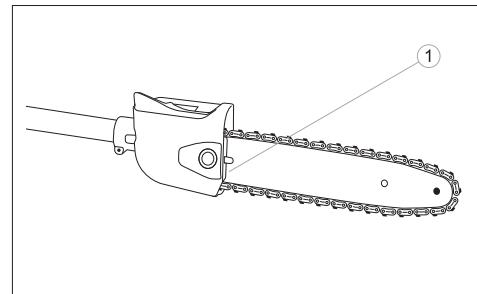

fig. 19
Desserrez les écrous de la fixation du guide de scie (du carter de protection avec un tablier du frein), tournez la vis de réglage (1) dans le sens des aiguilles de la montre, pour tendre la chaîne. Pour diminuer la tension de la chaîne, tournez la vis de réglage (1) dans le sens inverse des aiguilles d'une montre. Assurez-vous que la chaîne est posée le long de toute la périphérie du guide de scie (fig. 19).